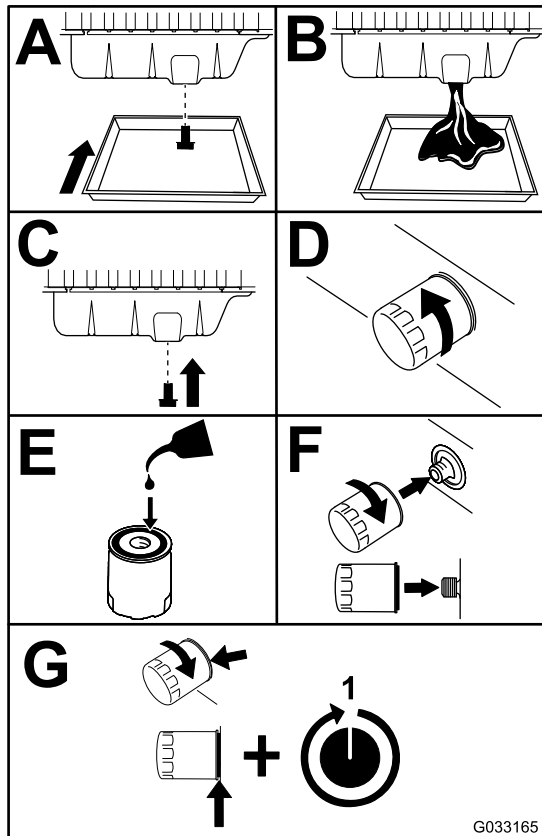

Figura 71
3. Cambie el aceite del motor y el filtro (Figura 71).